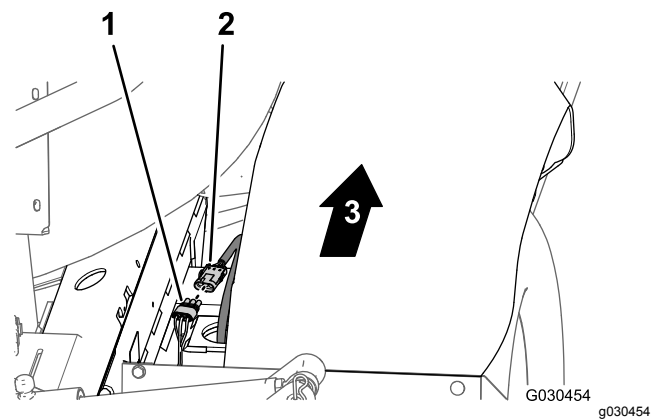

Bild 54
1. Trennen Sie hinten an der Maschine (zwischen dem rechten Rahmenrohr und dem rechten Kotflügel) den 3-Stift-Stecker des Geschwindigkeitssensorkabelbaums am rechten hydraulischen Antriebsmotor vom 3-Buchsen-Stecker des hinteren Hauptkabelbaums ab (Bild 54).